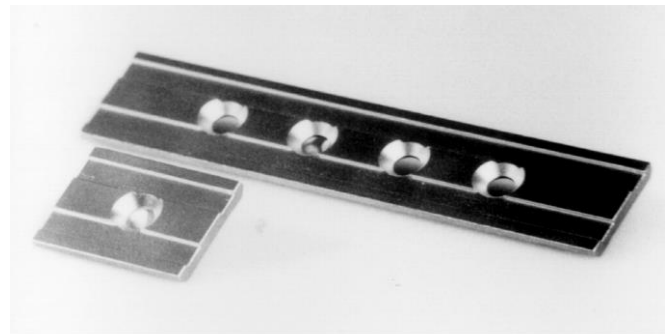

Abbildung 8
- In Verbindung mit Flachprofil (Abb. 8) überall einsetzbar
Der Winkel dient in Verbindung mit einem aufgeschraubten Flachprofil (siehe Abb. 8) als z-Versteller, der auf einen Universalreiter (R-30, Abb. 5) geschraubt werden kann.